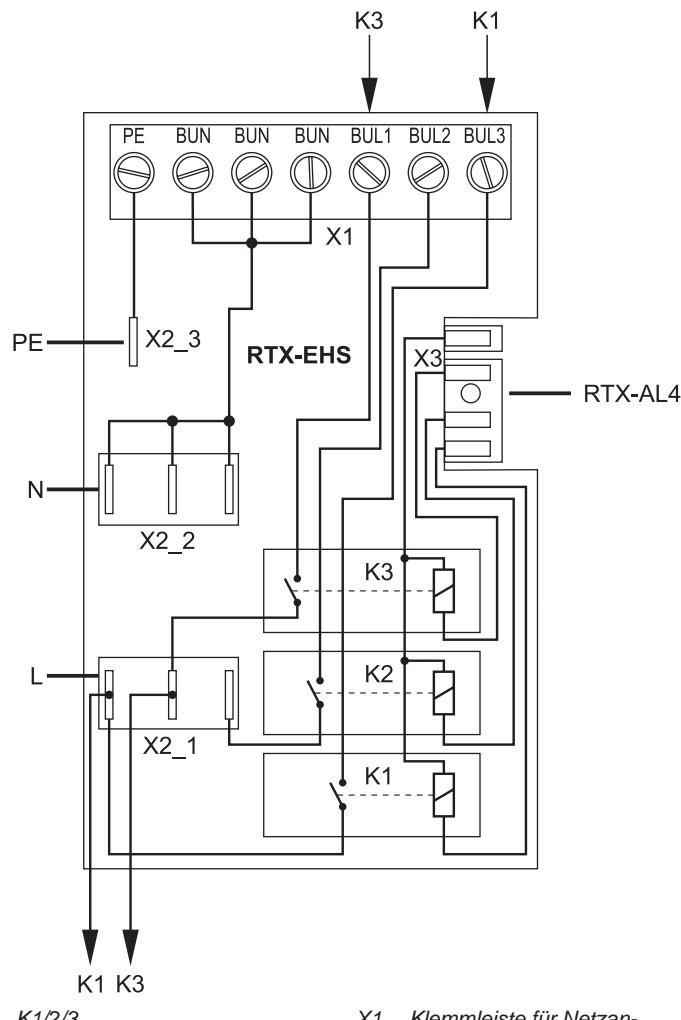

Bild 4-37 Anschlüsse auf Schaltplatine RTX-EHS
Die Anforderung des externen Wärmeerzeugers wird über ein Relais auf der Schaltplatine RTX-EHS geschaltet (siehe Bild 4-37). Der elektrische Anschluss an die ROTEX HPSU compact ist wie folgt möglich;
- Externen Wärmeerzeuger an die ROTEX HPSU compact anschließen (Bild 4-37).